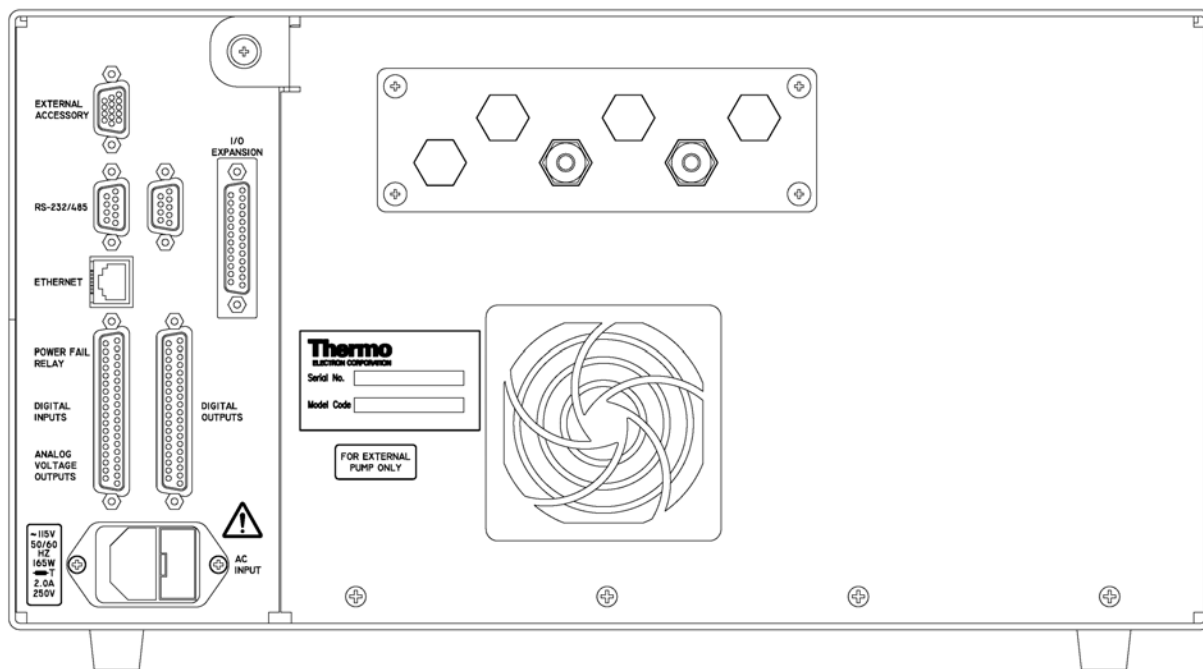

Abbildung 2-4. Modell 42i - Rückseite des Gerätes
1. Schließen Sie die Probenahmeleitung an den mit dem Wort SAMPLE gekennzeichnete Schottverschraubung auf der Rückseite des Geräts an (Abbildung 2-4). Vergewissern Sie sich dabei, daß die Probenahmeleitung nicht durch schmutzige, nasse oder inkompatible Materialien kontaminiert ist. Alle Rohrleitungen / Schläuche sollten aus FEP Teflon®, 316 rostfreiem Stahl, Borsilikatglas oder aus ähnlichem Material bestehen. Der Außendurchmesser sollte 1/4“ und der Innendurchmesser minimal 1/8“ betragen. Die Länge der Leitung sollte 3m nicht überschreiten.